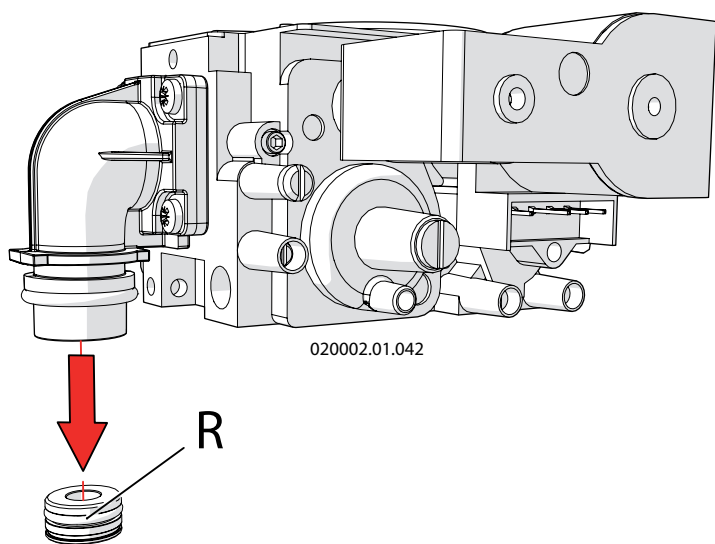

Figura 6.4 - Sostituzione ugello gas
- 17 - Sostituire l'ugello del gas "R" (vedi figura 6.4) con quello opportuno secondo quanto riportato in figura 6.7 alla voce "Diametro ugello gas";